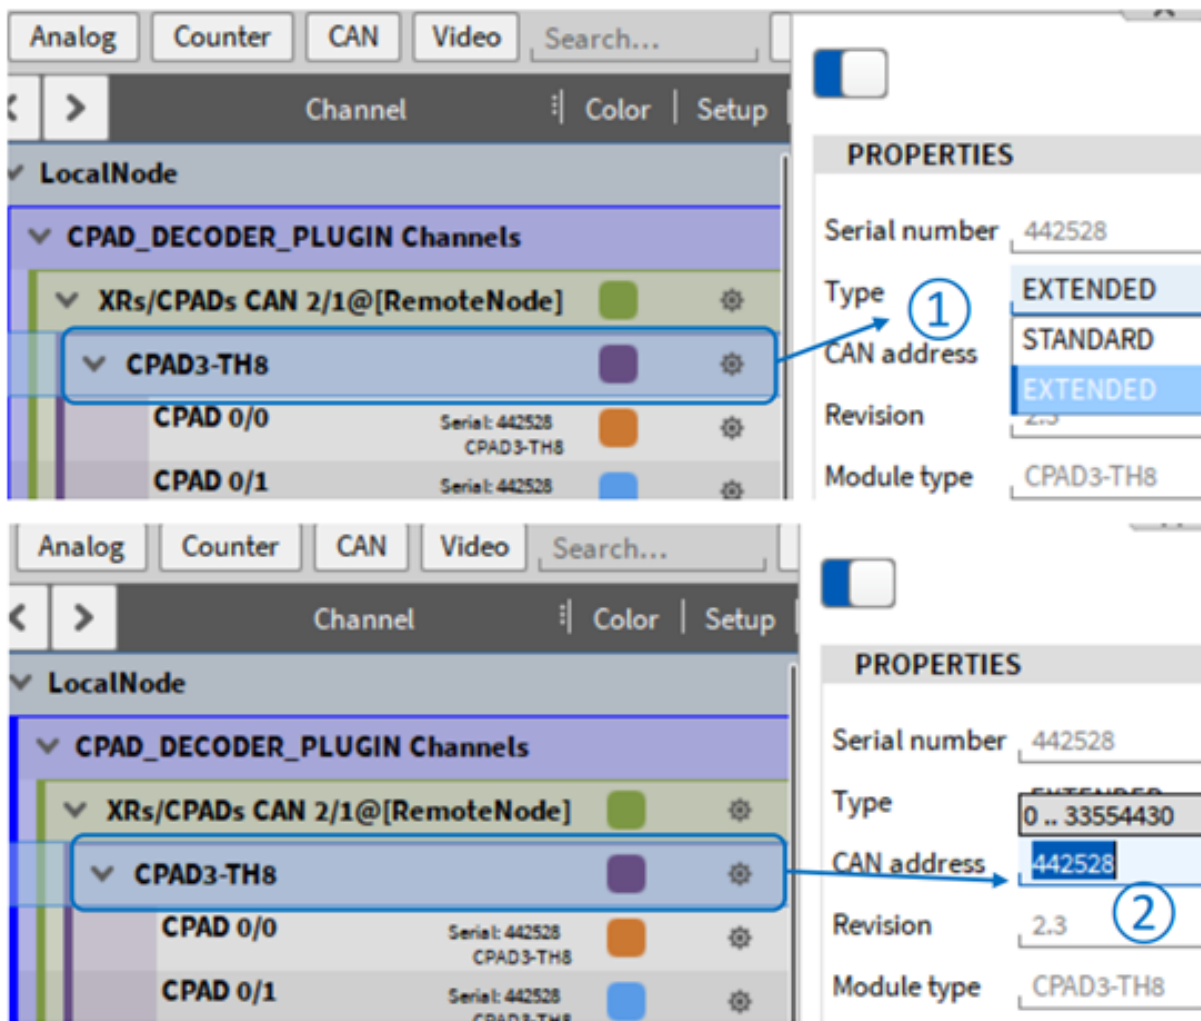

Abb. 4.35: CPAD-spezifische Eigenschaften
Die spezifischen Eigenschaften des CPAD finden sich im individuellen Kanalaufbau des CPAD (siehe Abb. 4.35):
Es ist möglich, die CAN-Adresse/ID der vom CPAD gesendeten CAN-Nachricht anzupassen (siehe ① in Abb. 4.35). Der ID-Typ Extended oder Standard kann ausgewählt werden (siehe ② in Abb. 4.35).